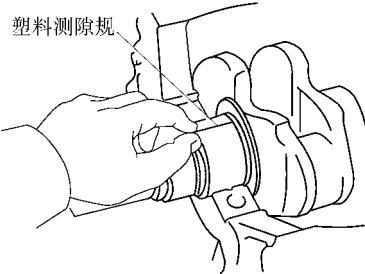

图 1-109 将塑料塞尺横放在各主轴颈上
5) 将曲轴放到气缸体上，将塑料塞尺横放在各主轴颈上，如图 1-109 所示。